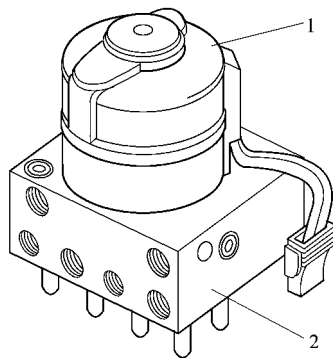

图 7-18 HCU 结构
(2) 液压控制单元和液压泵 液压控制单元(HCU)装在制动主缸与制动轮缸之间,采用整体式结构(如图 7-18 所示)。主要任务是转换执行 ABS ECU 的指令,自动调节制动器中的液压压力。